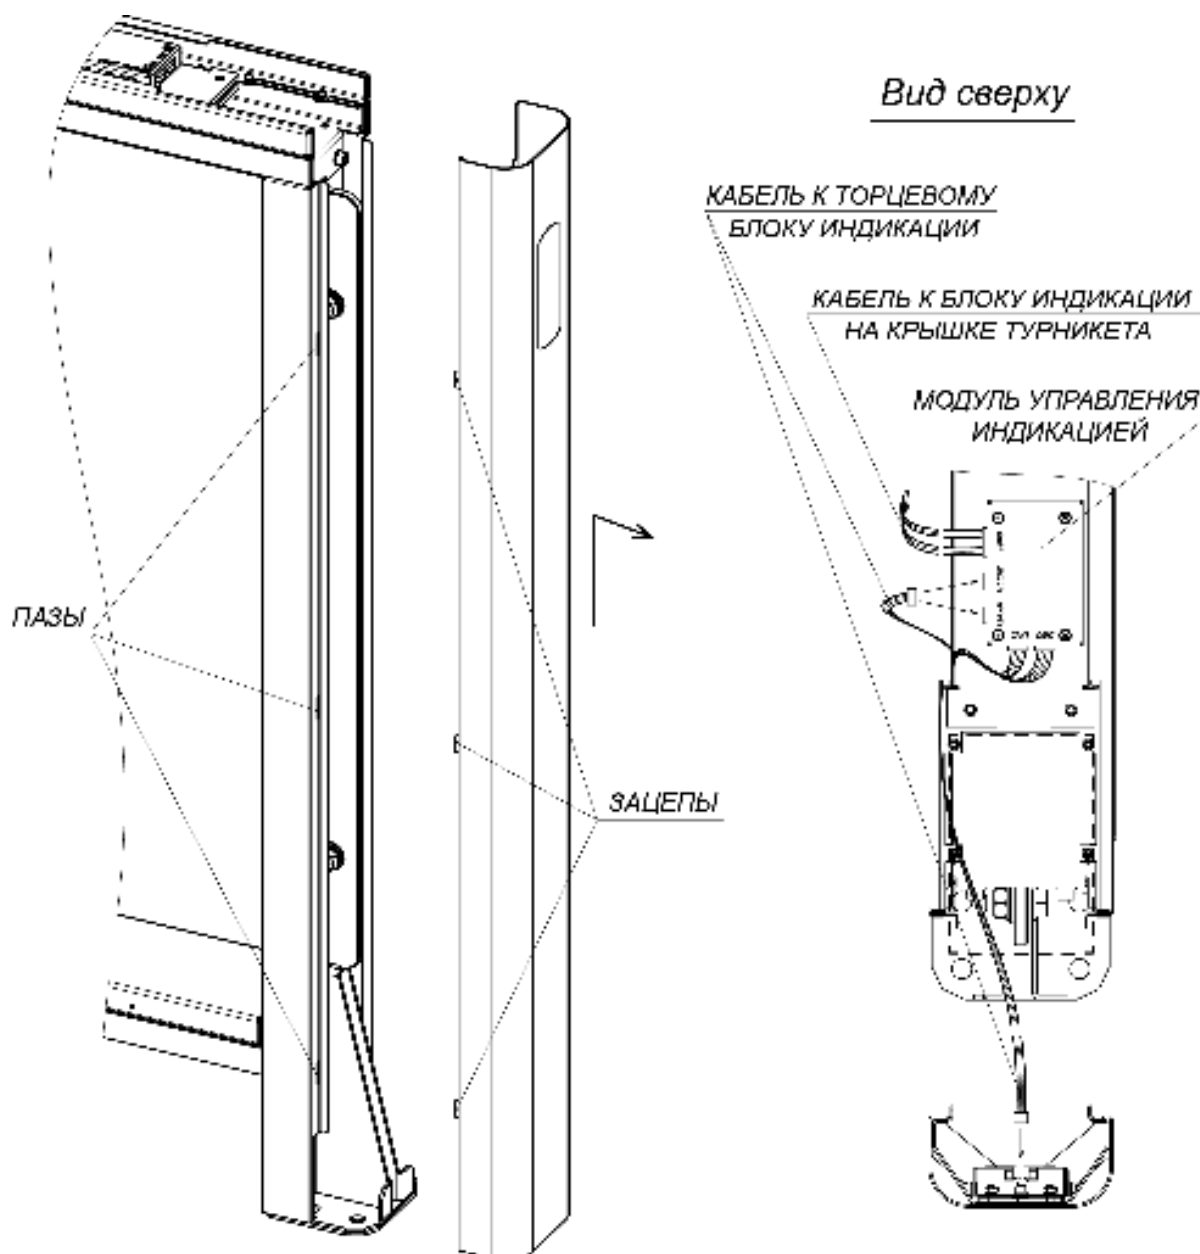

Рисунок 21. Снятие передней панели боковой стойки
22. Распакуйте стеклянные створки (1) и произведите их монтаж (рис. 21, разд. 8.9.3).
23. Установите кожухи створок (4) из комплекта принадлежностей (рис. 21, разд. 8.9.4).
Снятие или установку створки производите вдвоем. Створка к поворотной опоре крепится в трех местах при помощи болтов M10×30, шайб 10, втулок пластиковых и гаек M10 (см. рис. 21). Используйте рожковые ключи S17.
2. Смонтируйте одну из частей кожуха на поворотную опору створки. Для этого оденьте кожух на верхнюю пластину поворотной опоры через пазы в верхней части кожуха, после чего сдвиньте кожух вниз до конца, введя нижний паз кожуха в зацеп, расположенный в нижней части поворотной опоры (см. рис. 21).
Перед монтажом верхней крышки (10) необходимо проверить, подключены ли к модулю управления индикацией все необходимые соединительные кабели (см. рис. 21, разд. 8.9.2).
- Подключите соединительный кабель от модуля управления индикацией (разъем “PASS”, рис. 21) к блоку индикации крышки (для **STC-01G, SDC-01G**).
- Возьмите одну из стеклянных частей крышки с блоком индикации и подключите соединительный кабель от модуля управления индикацией (разъем “PASS”, рис. 21) к блоку индикации крышки.